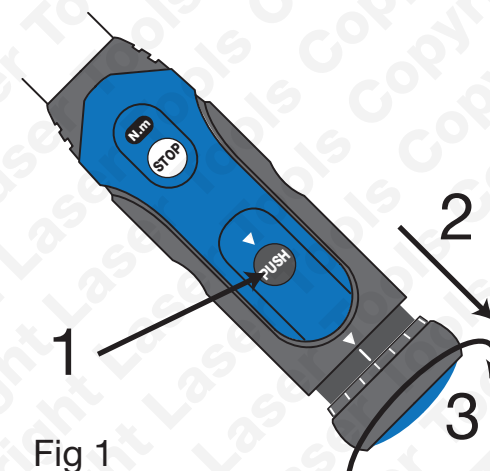

Fig 1
- Na gebruik van het instrument de afstelknop terugdraaien tot STOP verschijnt achter het kijkglas voor de indicator van de aanhaalmomentafstelling (zie afbeelding 1). De afstelknop niet lager draaien dan de STOP-instelling; gebeurt dit wel, dan kan het mechanisme beschadigd raken.
Zie afbeelding 1:
1. Druk op de ontgrendeling van de afstelknop (D).
2. Trek de afstelknop (E) naar achteren.
3. Draai de afstelknop rechtsom om het aanhaalmoment te verhogen (linksom om het aanhaalmoment te verlagen) dat staat aangegeven achter het kijkglas voor de indicator van de aanhaalmomentafstelling (C).
5. Draai na gebruik van het instrument de afstelknop terug tot STOP verschijnt achter het kijkglas voor de indicator van de aanhaalmomentafstelling (zie afbeelding 1). Berg het instrument weer op de koffer.